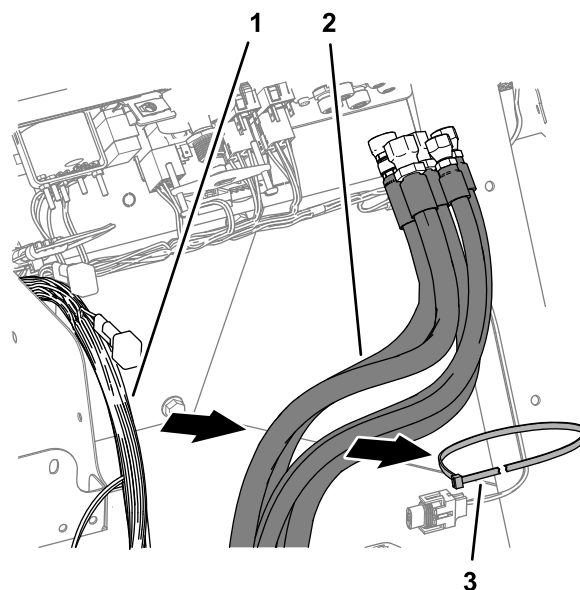

Figure 49
4. Enlevez l'attache-câble qui fixe les flexibles de direction au faisceau de la machine (Figure 49).